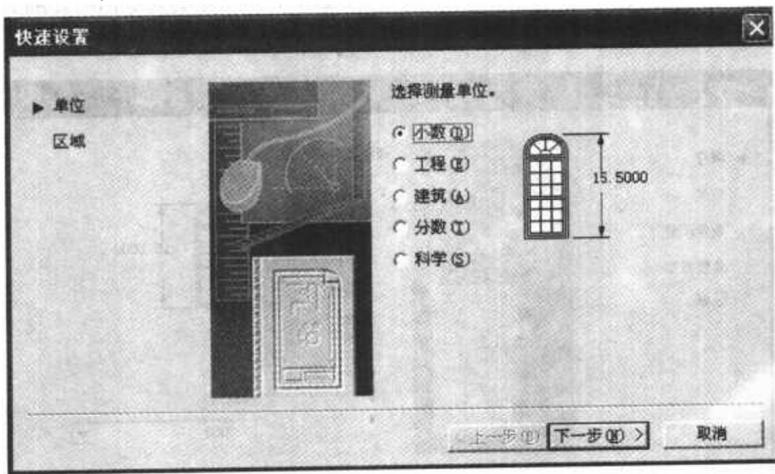

图 1.5 快速设置定义测量单位界面
- ◆ 【向导】 选择此选项后，系统提供两种选择方式，即快速设置和高级设置。快速设置只设计图幅的大小和单位，当选择快速设置时，系统打开快速设置定义测量单位界面，如图 1.5 所示。